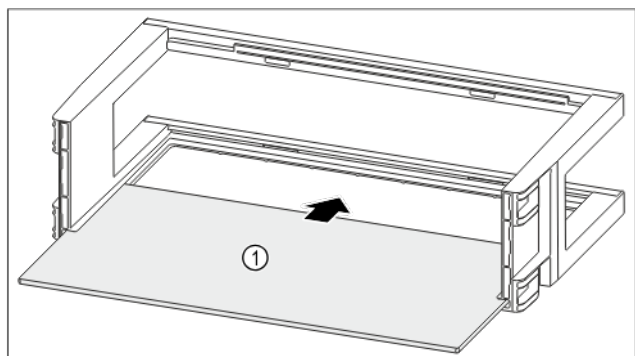

Fig. 134
- Wsunąć półkę Fig. 134 (1) w boczne wycięcia.